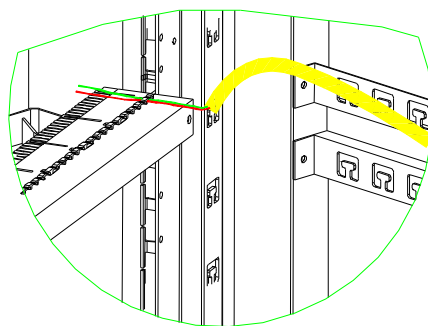

图 9
- 6) 按对应位置，将每一对内外线从门背面穿过内外线模块卡线钩内，再由成端面引出，如图9所示；
- 4) 按对应位置，将每一对内外线从门背面穿过内外线模块卡线钩内，再由成端面引出，如图9所示；